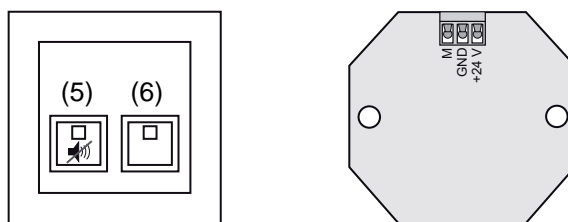

Fig. 6: kåpa för avstängnings-/närvarotryckknapp med ram (vänster),
- Tryck på den gula avstängningsknappen i servicerummet (Fig. 6, 5).